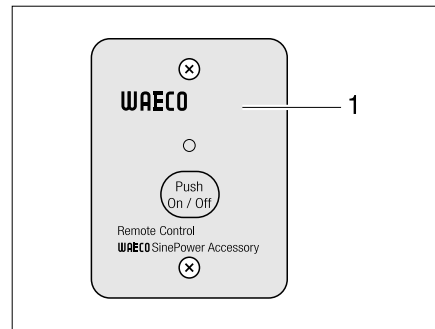

Bild 110 Externer Schalter
- II "Remo." = Gerät kann am externen Schalter (Bild 110,1) ein- und ausgeschaltet werden.